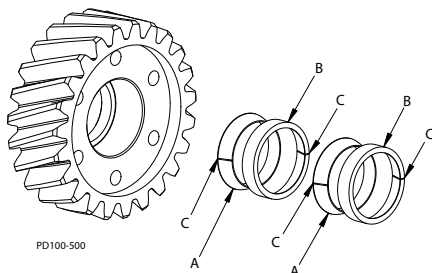
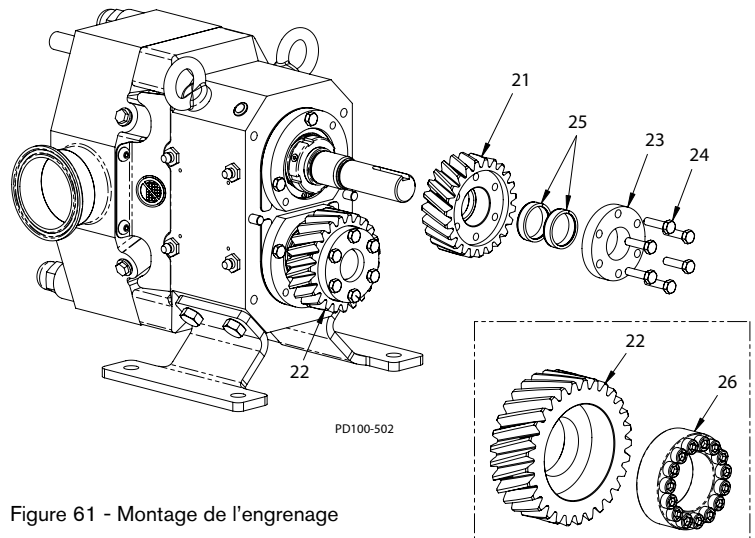

Figure 60 - Assemblage du dispositif de verrouillage
Figure 61 - Montage de l'engrenage
2. Assemblez l'engrenage (Figure 61, objet 22) et les composants de verrouillage sur l'arbre intermédiaire.
- Pour les modèles 0040 - 0300, ceci fait référence aux éléments de blocage (Figure 61, élément 25), à la bague de serrage (élément 23) et aux vis (élément 24).
- Pour les modèles 0670 - 2290, ceci fait référence à l'ensemble de blocage (Figure 61, élément 26 (encart)).
3. Les éléments de verrouillage (Figure 61, objet 25, détaillés dans Figure 60) consistent en une bague à l'intérieur de la fente et une bague à l'extérieur de la fente. Les éléments doivent être assemblés dans l'ordre qui suit afin de garantir des performances adéquates : bague interne (A), bague externe (B), bague interne (A), bague externe (B) ; avec les fentes dans les bagues (objet C) décalées de 180° comme décrit dans Figure 60.
8. Assemblez l'engrenage (Figure 61, objet 21) et les composants de verrouillage sur l'arbre de commande.